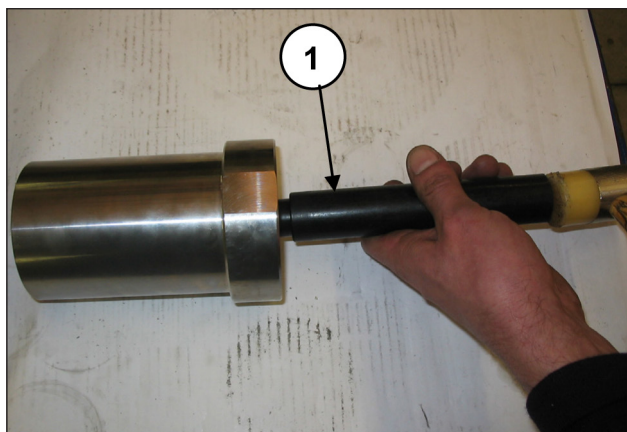
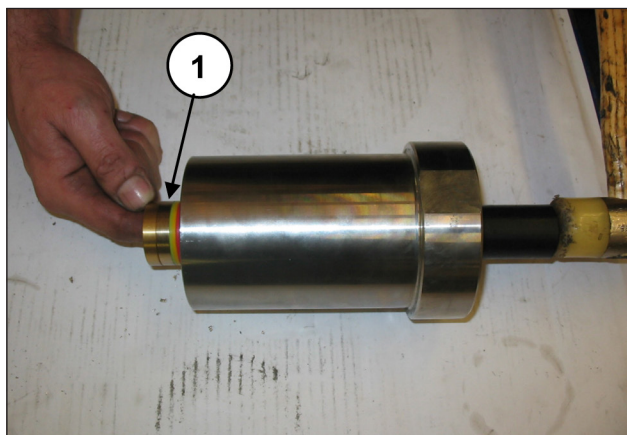

Fig. 128
Fig. 129
Com a camisa separada do suporte de vedação e com um pino especial em material plástico (pos. ①, Fig. 128) faça sair o pacote HP (alta pressão) (pos. ①, Fig. 129).
⚠ A cada desmontagem, o pacote HP (pos. ①, Fig. 129) deverá ser substituído.